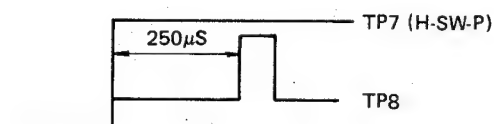

Abbildung 43
3. Auf dem Oszillographen (+) synchronisierte Steigung wählen und R701 so einstellen, daß die in Abbildung 43 gezeigte Anforderung erfüllt wird.